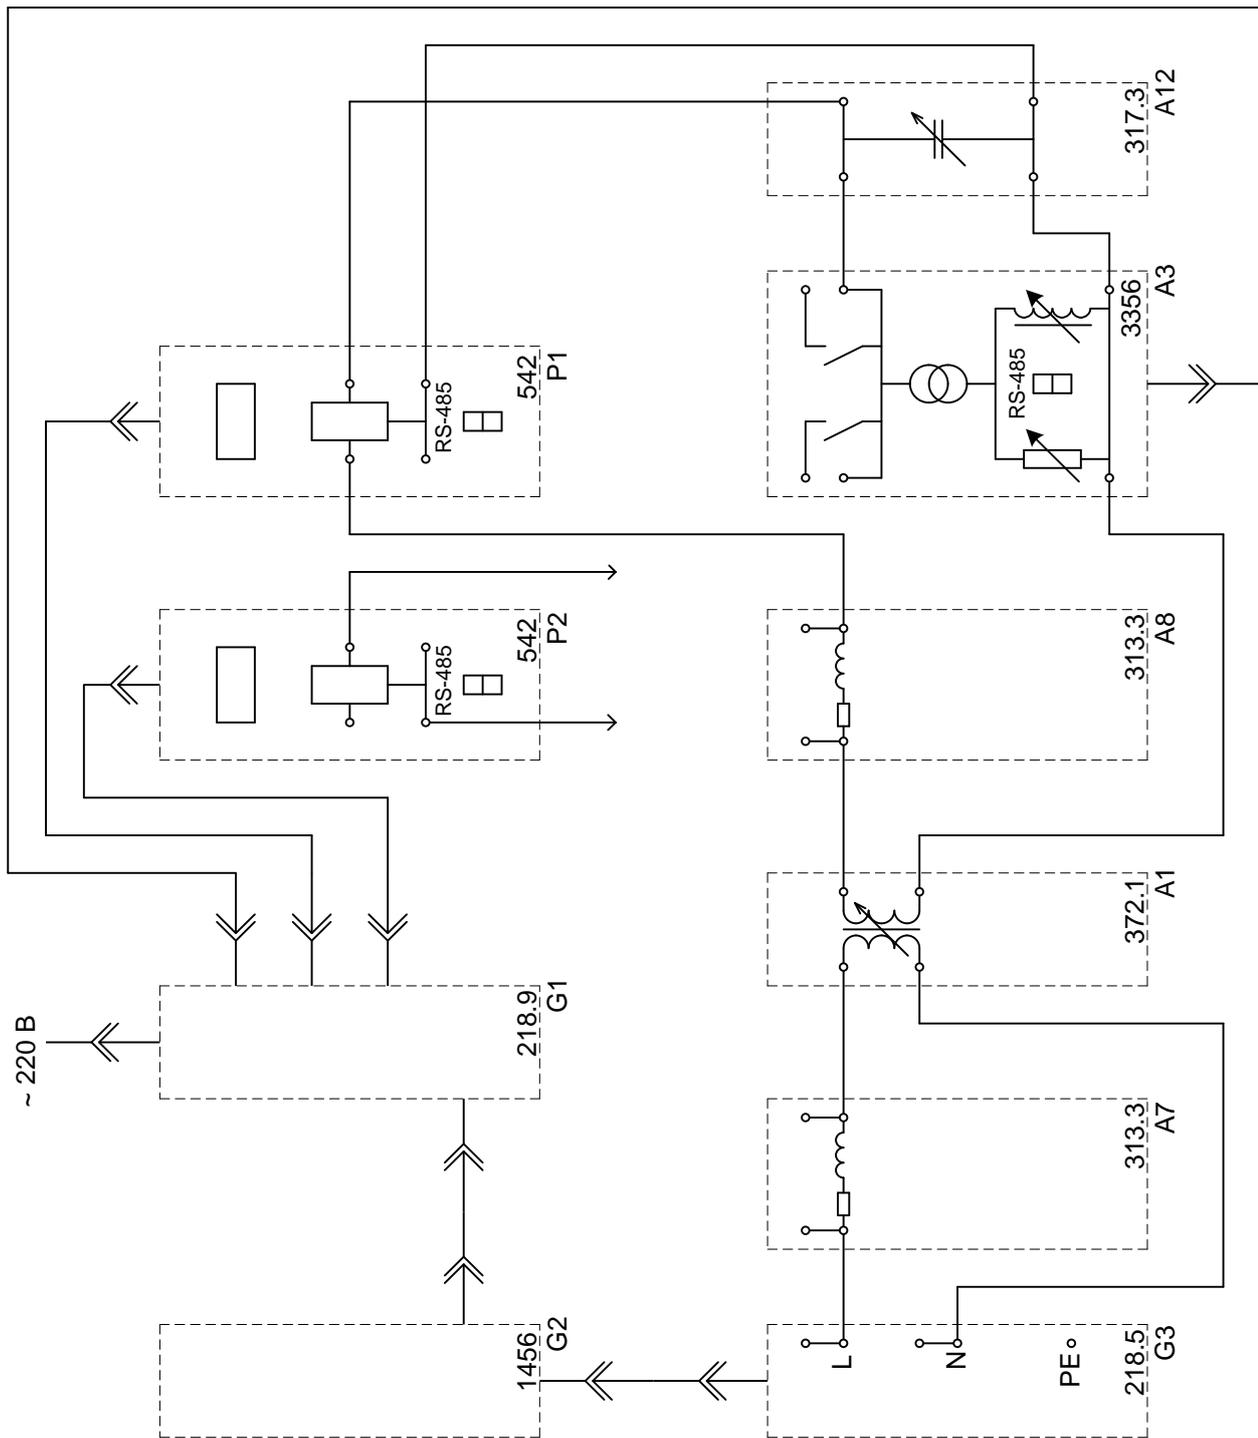

Рис.3.2. Схема для изучения регулирования напряжения путем поперечной компенсации реактивной мощности.
- Соедините аппаратуру в соответствии со схемой электрической соединений, приведенной на рис. 3.2.